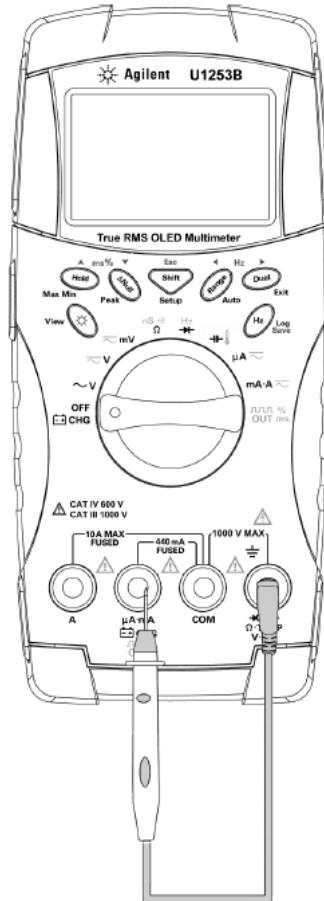

Figura 5-8 Procedimento de verificação do fusível
- 3** Para testar o Fusível 1, coloque a ponta de prova na metade direita do terminal de entrada  CHG. Verifique se a ponta de prova está fazendo contato com o metal no interior do terminal de entrada, conforme mostra a Figura 5-8.